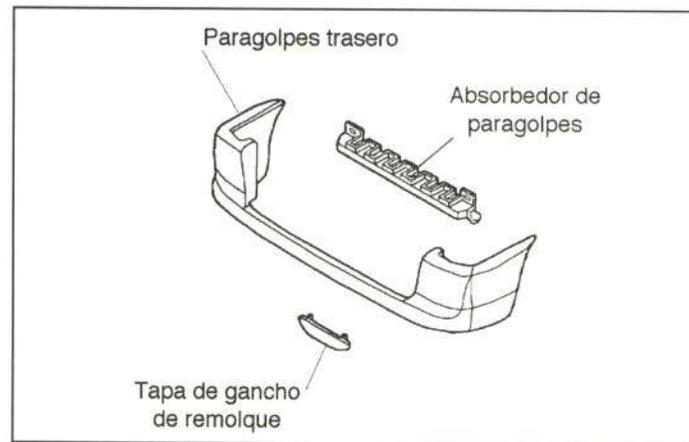

Figura 53.- Comercialización del paragolpes trasero
El fabricante lo comercializa como pieza de recambio independiente, así como su tapa de gancho de remolque y absorbedor interior (figura 53).
- Paragolpes trasero (figura 53).